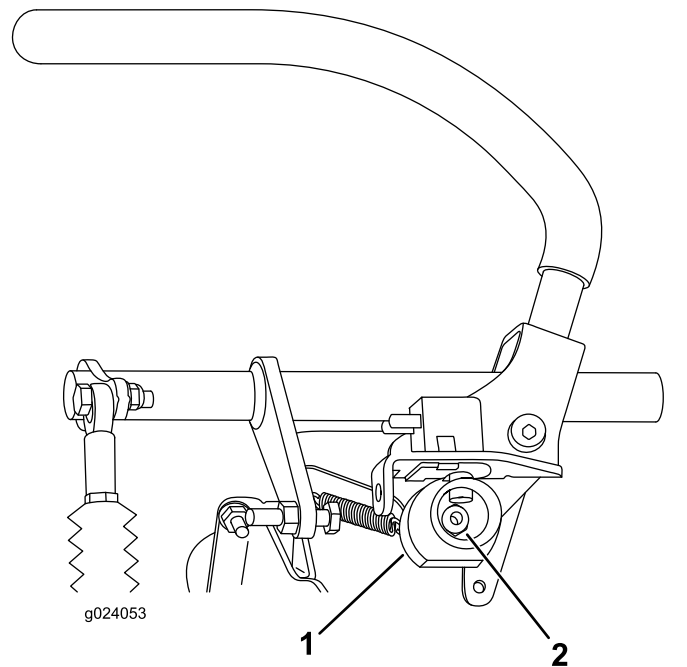

Figura 65
6. Allentate il dado che regge la camma (Figura 65).